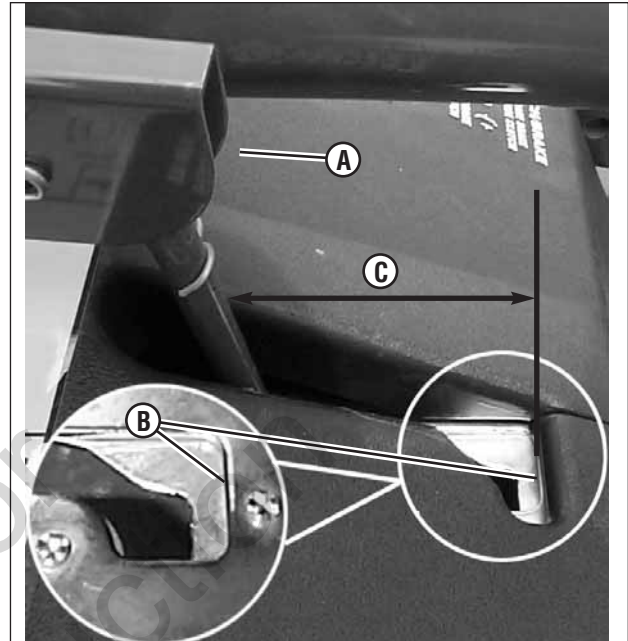

Figura 32: Medindo a folga do freio da lâmina
1. Com a alavanca de acionamento da lâmina desengatada, meça a distância entre a frente da alavanca da lâmina (A, Figura 32) e a extremidade da placa da trava (B). A dimensão (C) deve ser de 3" a 3-1/4" de folga entre a alavanca e a extremidade da placa. Se a dimensão estiver incorreta passe para a etapa 2.